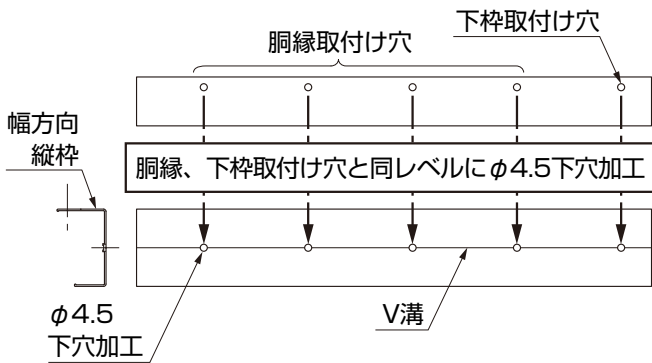

図6-1
- ① 幅方向縦枠にφ4.5の下穴をあけてください。(図6-1参照)
- ② 側面方向縦枠を上枠に【4-1】で取付けてください。
- ③ 側面方向下枠に波板押えパッキン5×10を貼付けてください。
- ④ 側面方向胴縁、下枠を柱にφ3.5の下穴をあけ【4-1】で取付けてください。
- ⑤ 幅方向縦枠を側面方向縦枠、胴縁、下枠に【4-1】で取付けてください。